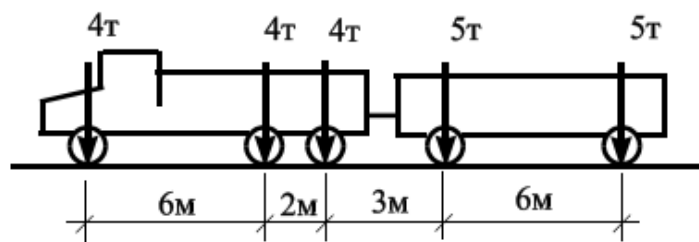

Рис. 1.2
- 6) определить невыгодные загрузки линий влияния изгибающих моментов подвижной нагрузкой, показанной на рис. 1.2;